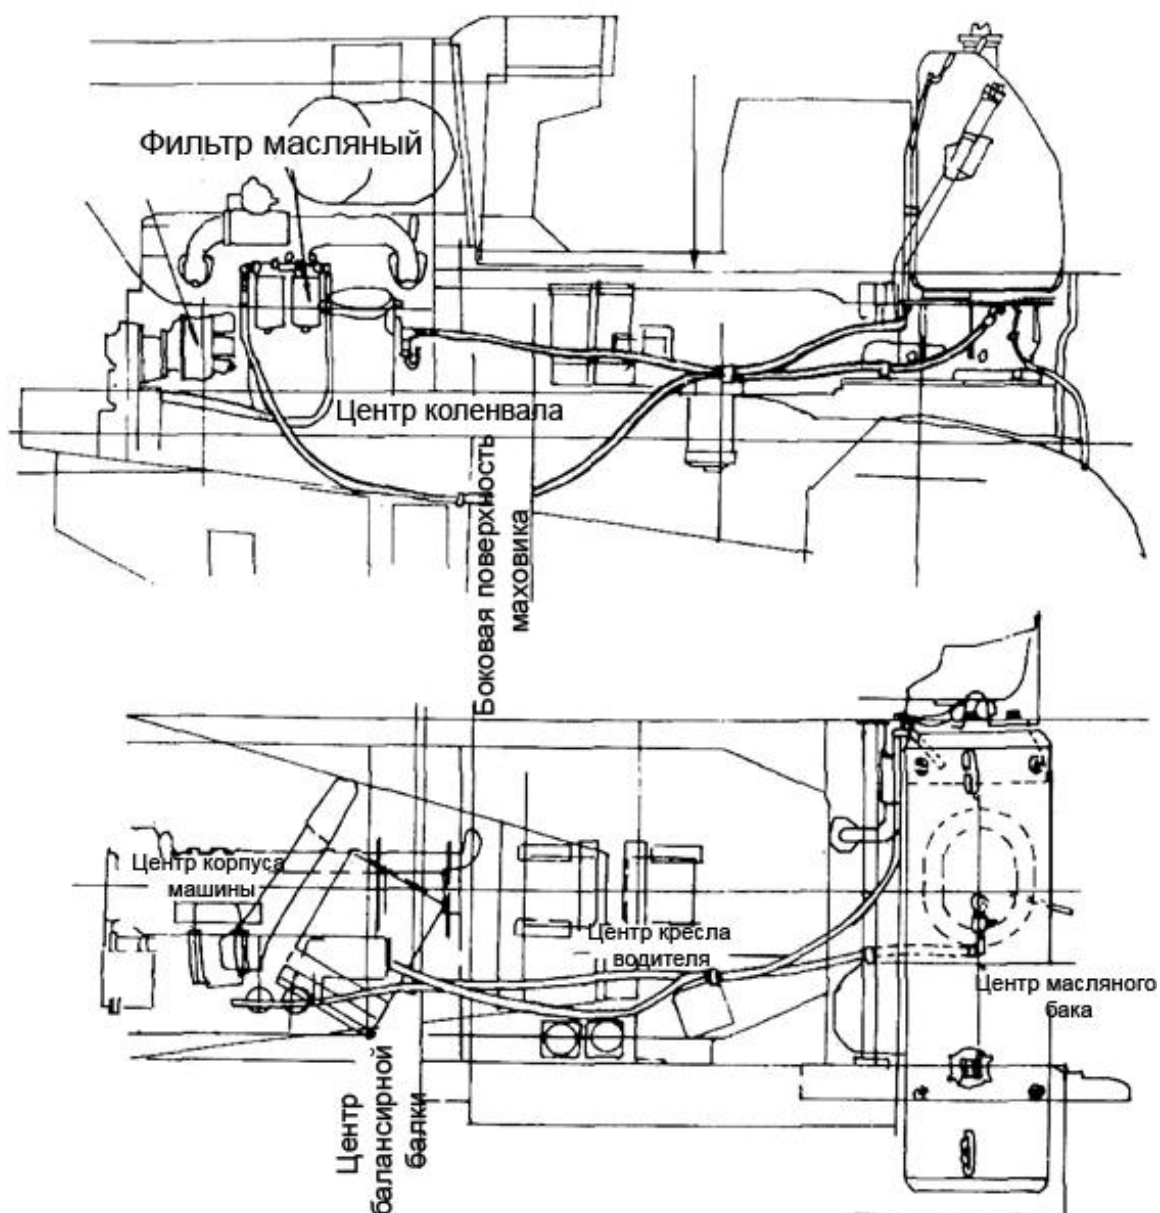

Рис. 5-15
5.1.6 Топливный бак и трубопровод (см. Рис. 5-15)